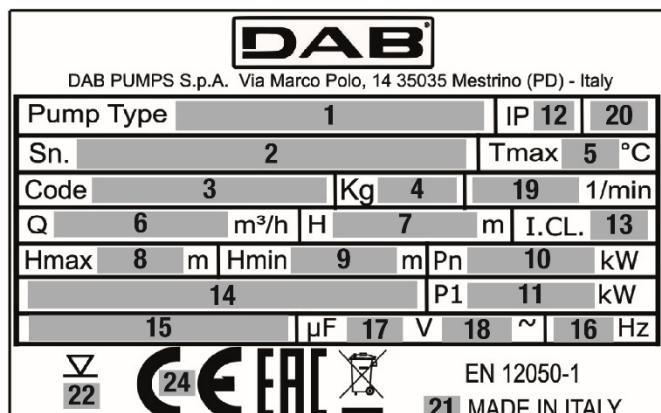

Fig. 1 Placa de características
**Para instalaciones móviles, se recomienda el uso de un kit de disco de apoyo (Fig. 1) para impedir que, durante el funcionamiento, la bomba se hunda en el terreno por efecto de la aspiración. En cualquier caso, en la medida de lo posible, crear un plano de apoyo sólido.**